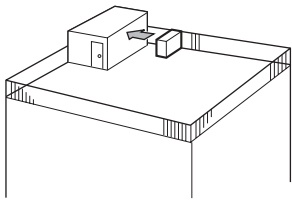

Fig. 2-16
- ① Օդի արտաթողքը տեղադրված է ամենամոտ պատի դիմաց՝ պատից մոտ 50 սմ հեռավորության վրա: (Fig. 2-16)